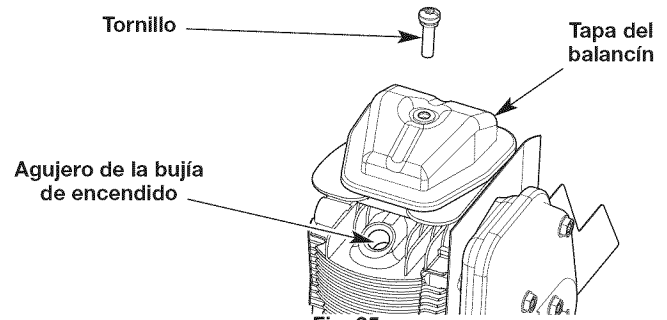
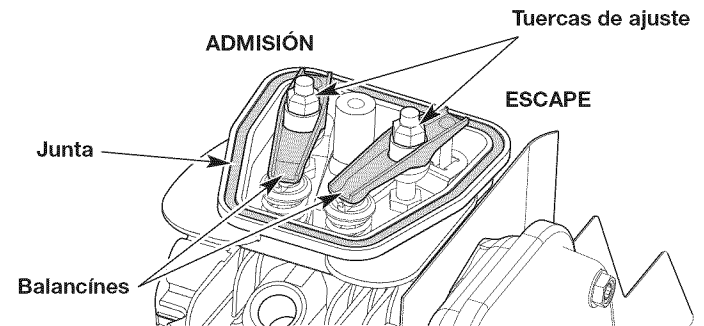

Fig. 25
Fig. 26
6. Quite el tornillo de la tapa del balancín con un destornillador plano o un destornillador Torx T-25 (Fig. 25). Quite la tapa del balancín y la junta.(Fig. 26).
7. Inspeccione el orificio de la bujía (Fig. 25) y hala la cuerda de arranque lentamente para mover el pistón. Asegúrese de que: